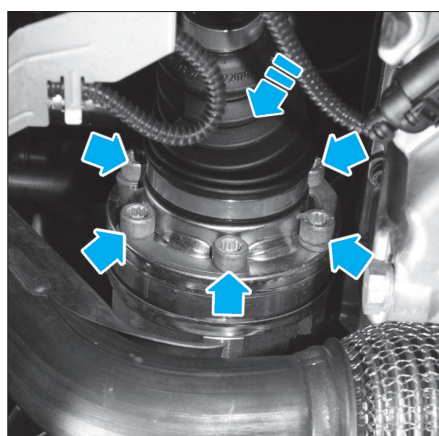

Fig. 3
- Dévisser la transmission de l'arbre de sortie de la boîte de vitesses (Fig.3).